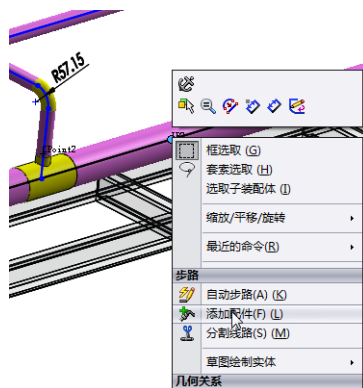

图 18-100 添加配件 1
- ③ 在刚创建的分割点上单击鼠标右键，弹出图 18-100 所示的快捷菜单，选择其中的“添